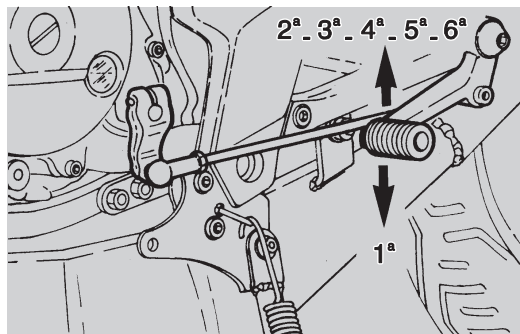

Abb. 25
- Motor läuft im Leerlauf, ohne Gas zu geben Kuppung ziehen, 1.Gang durch Niederdrücken des Fußschalthebels einlegen (Abb. 25);